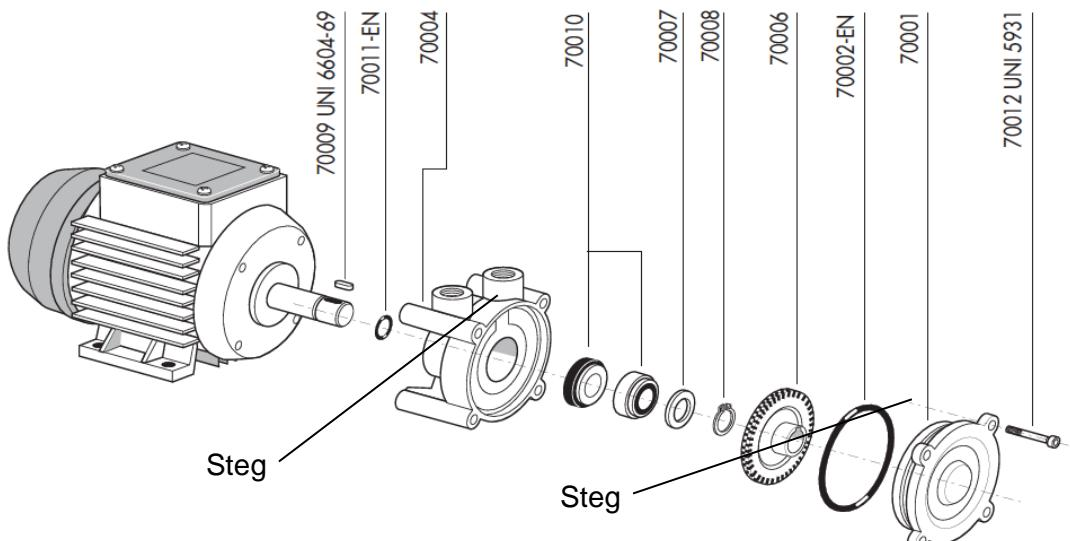

Abb. 7: Explosionszeichnung der Förderpumpe
Pumpe ausbauen, zerlegen und reinigen (siehe Abb. 7:). Autorisierte „Servicetechniker“
- ⇒ Ist keine dieser Maßnahmen erfolgreich, erfolgt Instandsetzung durch Medizintechniker, ggf. durch Zerlegen der Pumpe, siehe Abb. 7: